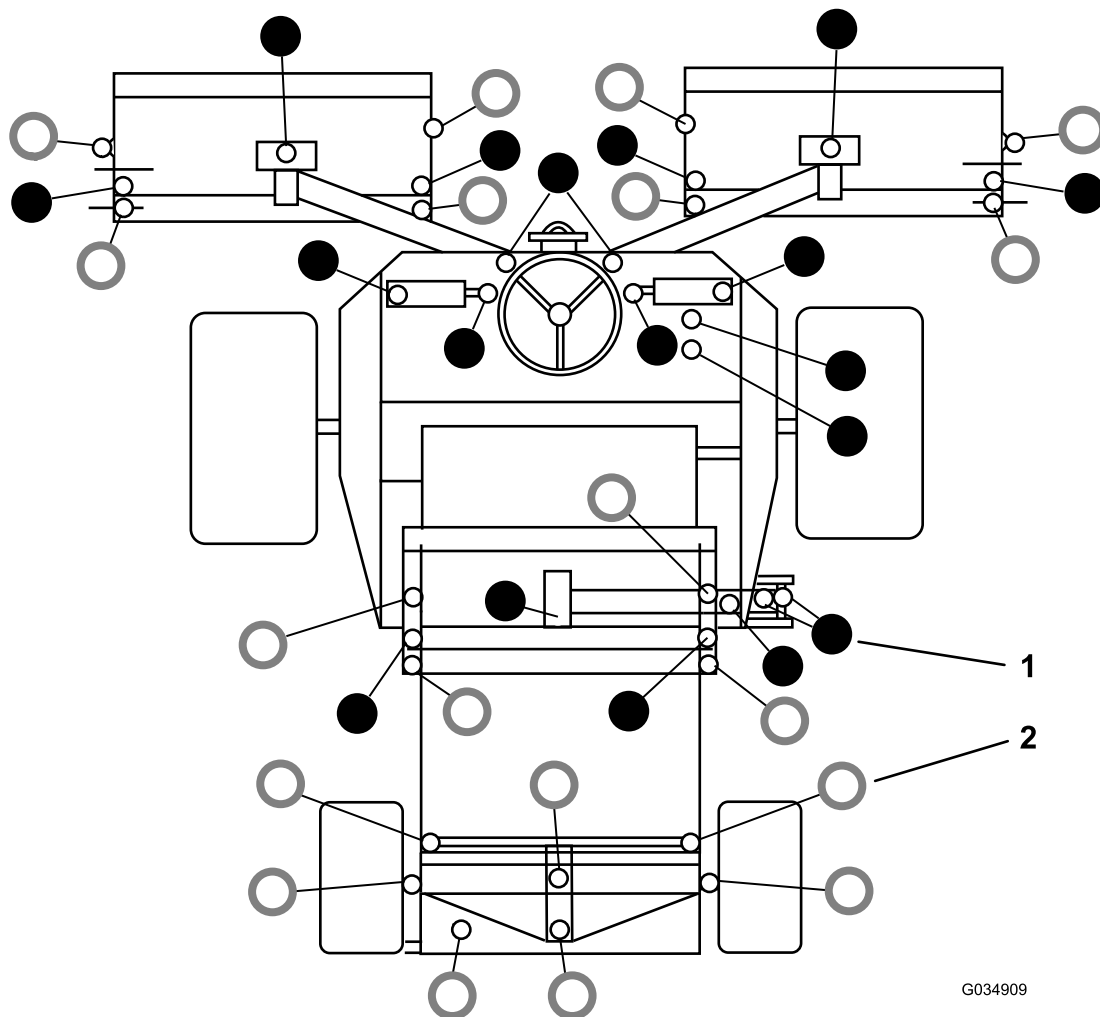

Figura 48
- Consulte en la Figura 48 la ubicación de los engrasadores.